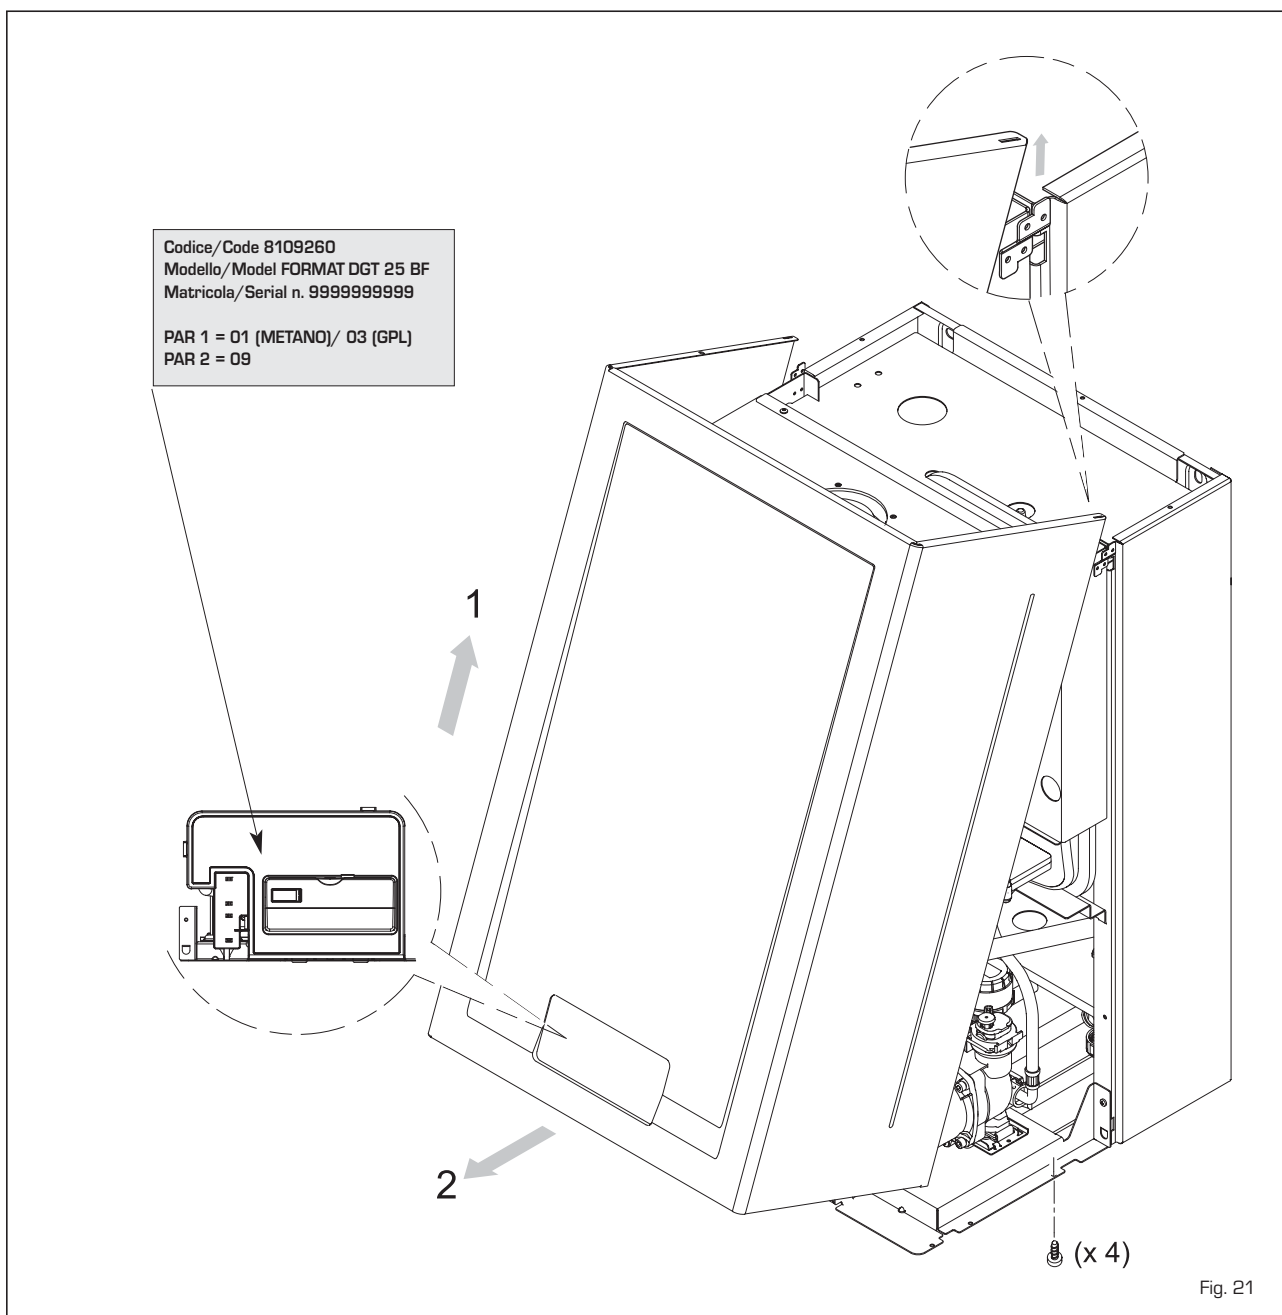

Fig. 21
4.3 DESMONTAGEM DA CARÇAÇA (fig. 21)
Para uma mais fácil manutenção da caldeira é possível desmontar completamente a carcaça, como indicado na fig. 21. Rodar o painel de comando para a frente para aceder aos componentes internos da caldeira.